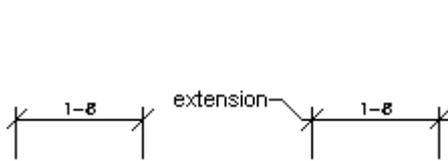
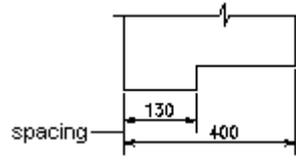
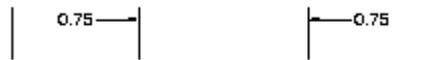

图 8-9 设置过尺寸界限的距离
图 8-10 设置基线间隔距离
图 8-11 抑制尺寸线的显示
- **Dimension Lines** 在该设置区中，用户可设置尺寸线的颜色（Color）、线宽（Lineweight）、如图 8-9 所示的过尺寸界限的距离（Extend Beyond Ticks）、如图 8-10 所示的（Baseline Spacing）、如图 8-11 所示的抑制尺寸线的显示（Suppress）。